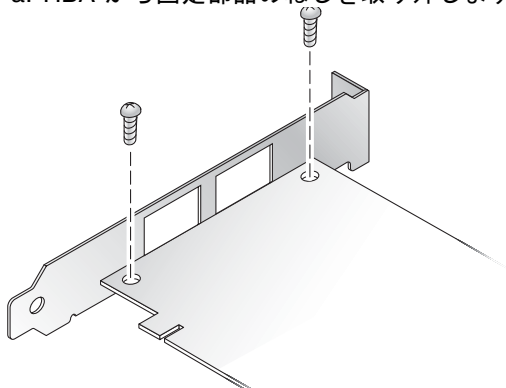

図 2 固定部品のねじの取り外し
- a. HBA から固定部品のねじを取り外します (図 2 を参照)。